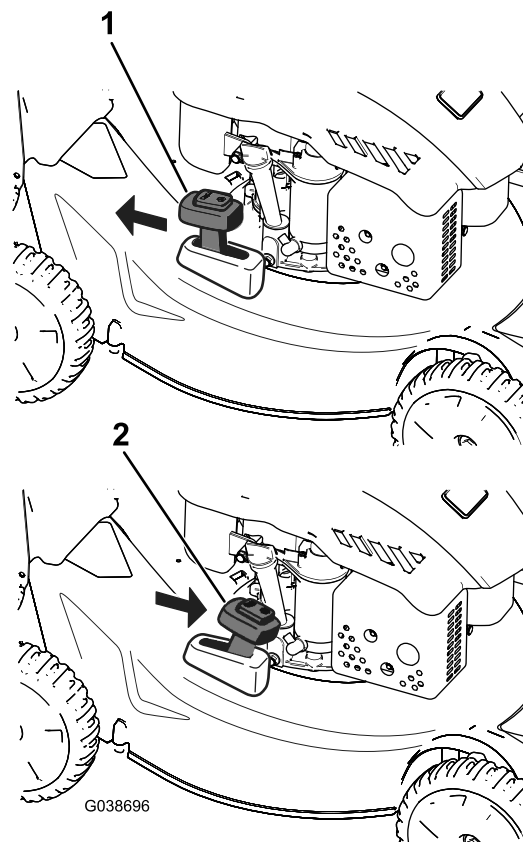

Рисунок 20
Для утилизации скошенной травы переведите рычаг включения сбора в травосборник в положение RECYCLING (Утилизация) (Рисунок 20).
2. Установите травосборник (см. раздел Установка травосборника \(страница 15\)) и переведите рычаг включения сбора в травосборник в положение BAGGING (СБОР в ТРАВОСБОРНИК), как показано на Рисунок 20.
Примечание: Если травосборник находится на машине, снимите его, прежде чем осуществлять задний выброс скошенной травы; см. раздел Демонтаж травосборника \(страница 15\). Рычаг включения сбора травы в травосборник должен быть в положении режима СБОР в ТРАВОСБОРНИК, как показано на Рисунок 20.